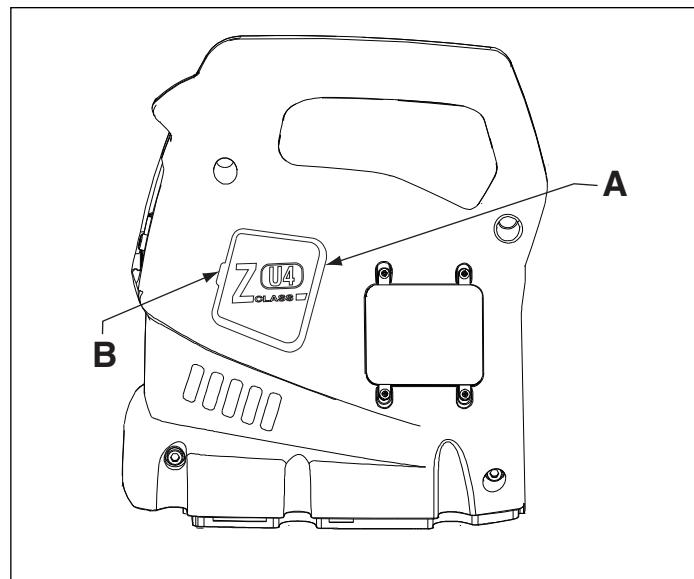

Figure 12, Dépose du capuchon des carbons
2. Retirer les deux capuchons de brosse (A) en déviant le loquet du capuchon des charbons (B) et délicatement sortir (voir figure 12).